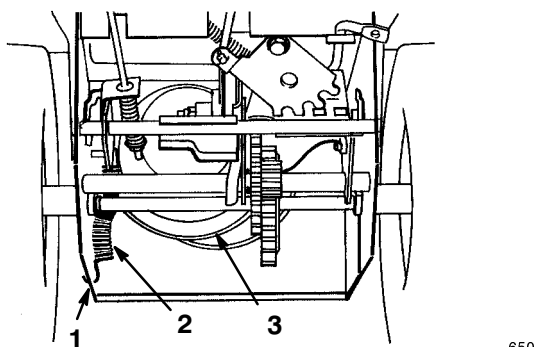

Figure 24
- Décrochez le ressort de l'encoche du bord inférieur du panneau latéral (Fig. 24).
- Raccrochez le ressort dans l'encoche du bord inférieur du panneau latéral (Fig. 24).